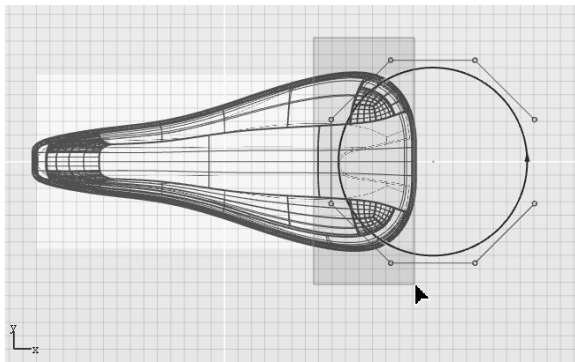

图 7-78 框选部分控制点
2) 选中圆曲线，在应用工具栏中切换至点编辑状态 ，框选图 7-78 所示的部分控制点。如图 7-78 所示。